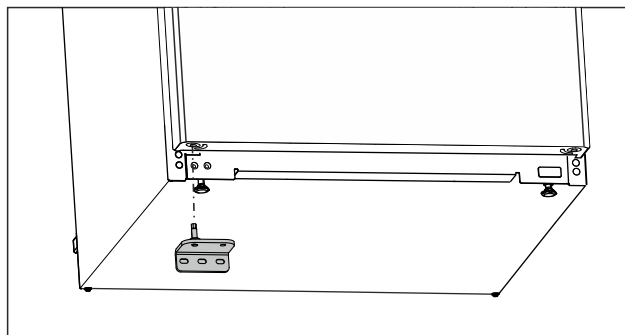

Fig. 17
- ▶ Insertar el soporte del cojinete en el lado opuesto. (consulte Fig. 17)